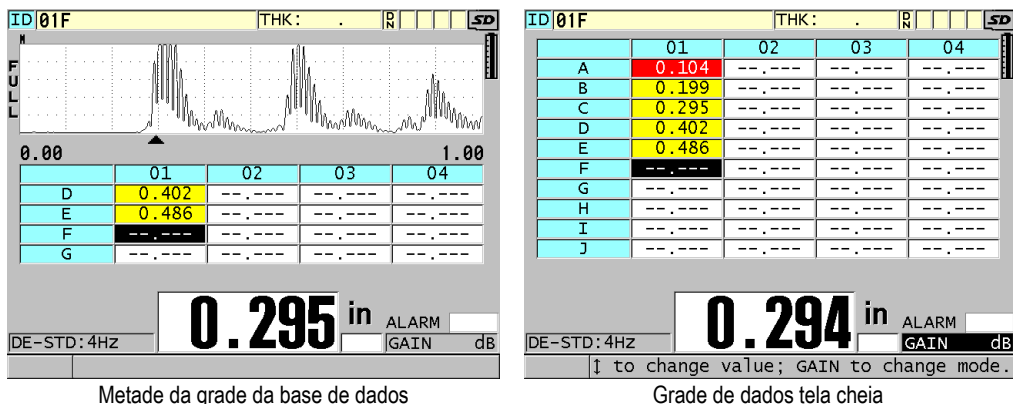

Figura 10-10 Exemplos de grade DB meio tamanho e tela cheia
- Defina o **GRID SIZE** (TAMANHO DA GRADE) para uma das opções de tamanho da grade da base de dados desejada (consulte Figura 10-10 na página 176):